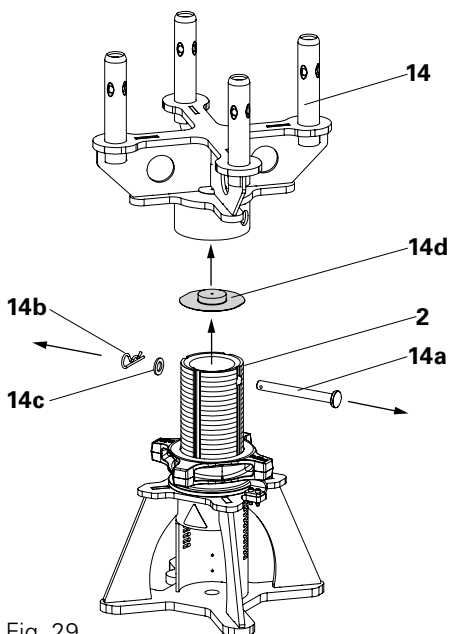

Fig. 29
2. Rimuovere il raccordo UJC (14) sollevandolo manualmente.
3. Rimuovere il componente sferico (14d) dal tubo filettato (2) nel caso in cui non sia più nella sua sede. (Fig. 29)